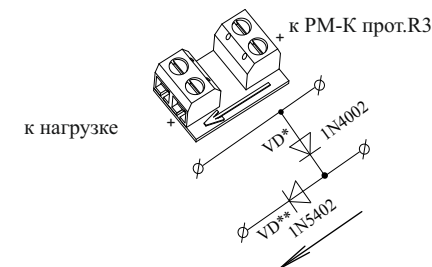

Рисунок 3
5.4 УПН состоит из аналогичных диодов, установленных на плату с клеммными колодками (Рисунок 3).